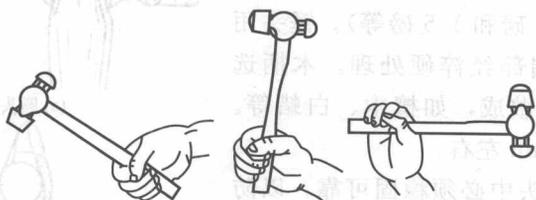

图 1-10 松握法
② 松握法。如图 1-10 所示。只用大拇指和食指始终紧握锤柄，在挥锤时，小指、无名指、中指则依次放松；在锤击时，又以相反的次序收拢握紧。这种握法的优点是不易疲劳，且锤击力大，因此较为常用。